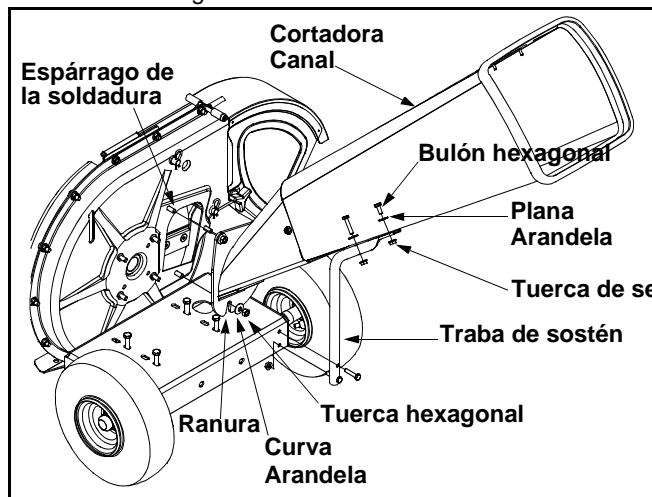

Figura 4
- Saque las tres arandelas curvas y las tuercas hexagonales de los espárragos de la soldadura que están al lado de la abertura en el costado de la caja del motor. Ver Figura 4.